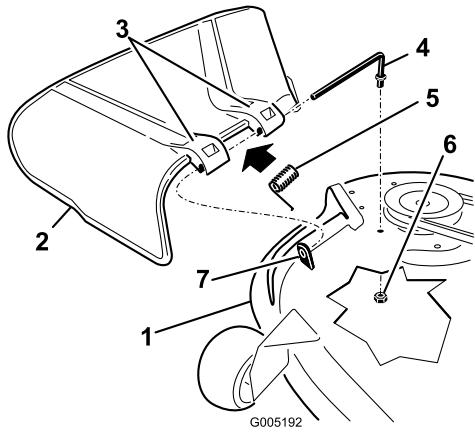

Figura 48
- Individuate le parti illustrate nella Figura 48.
- Togliete il dado (9,5 mm) dall'asta sottostante il tosaerba (Figura 48).
- Estraete l'asta dal distanziatore corto, dalla rosetta di sicurezza interna, dalla molla e dal deflettore di sfalcio (Figura 48). Togliete il deflettore dell'erba tagliata se è danneggiato o consumato.
- Rimontate il deflettore di sfalcio e la rosetta di sicurezza interna (Figura 48).
- Collocate la molla sull'asta (tenendo abbassati i fili alle estremità), tra le staffe del deflettore di sfalcio. Infilate l'asta nella seconda staffa del deflettore di sfalcio e nella rosetta di sicurezza interna (Figura 48).
- Inserite l'asta dalla parte anteriore del deflettore dello sfalcio, nel piccolo isolatore sul piatto di taglio. Fissate l'estremità posteriore dell'asta nel tosaerba con un dado (9,5 mm) (Figura 48).